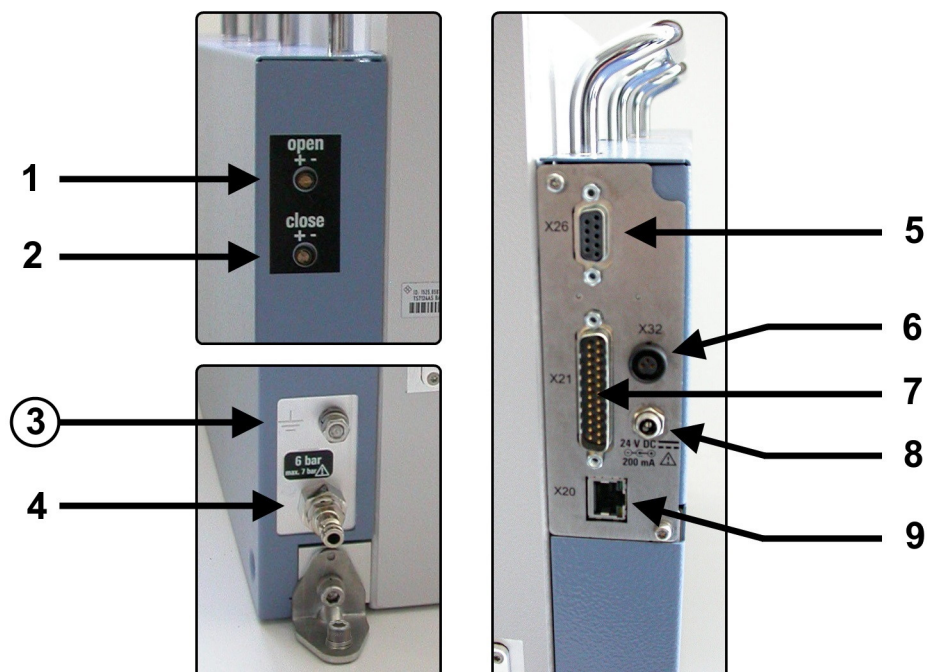

図 6-9: R&S TS7124AS のリア側にある電源／制御コネクタおよび制御ねじの左右のアレイの詳細表示
クイック結合プラグ KS3-1/8-A（図 6-9 のラベル 4）には、圧縮空気用の直径 6 mm のフレキシブルチューブに対応するプッシュプルアダプターが追加で付属します。
2. シリアルポート経由でのリモート制御では、制御システムと D-Sub 9 コネクタを RS-232 ケーブルで接続します ([X26] の図 6-9 を参照)。
3. イーサネット経由でのリモート制御では、制御システムと RJ45 コネクタを LAN ケーブルで接続します ([X20] の図 6-9 を参照)。